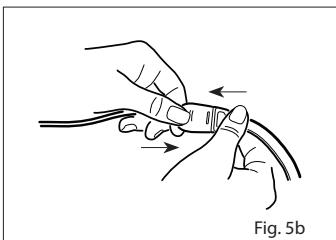

Fig. 5b
- Reportez-vous à la Fig. 5b. Insérer la languette du capteur dans le connecteur du câble patient jusqu'à ce que vous entendiez un déclic. Tirer doucement sur les connecteurs pour assurer un contact positif. Une bande peut être utilisée pour fixer le câble au patient afin de faciliter ses mouvements.